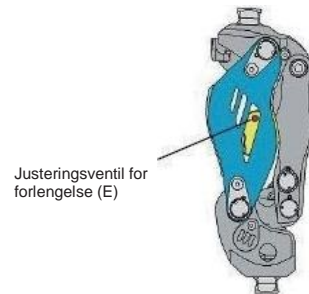
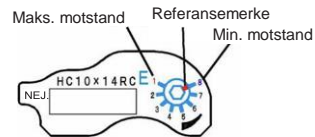

Fig. 13 Plasseringen av forlengelsesjusteringsventilen
Fig. 14 Gradert skala for justering av forlengelsesventilen
Juster forlengelsesmotstanden hvis det oppstår en terminal påvirkning på slutten av svingfasen. Som vist i fig. 13 er forlengelsesjusteringsventilen (E) plassert til venstre sett fra brukeren. Som vist i fig. 14 er skalaen gradert fra "1" til "8". "1" tilsvarer den høyeste hydrauliske motstanden, og "8" tilsvarer den laveste. (Referanse) Fabrikkinnstilling: "8" Bruk en 2 mm sekskantnøkkel for å justere ventilen. Sett inn skiftenekkelen fra det midtre hullet i frontleddets sideflate..